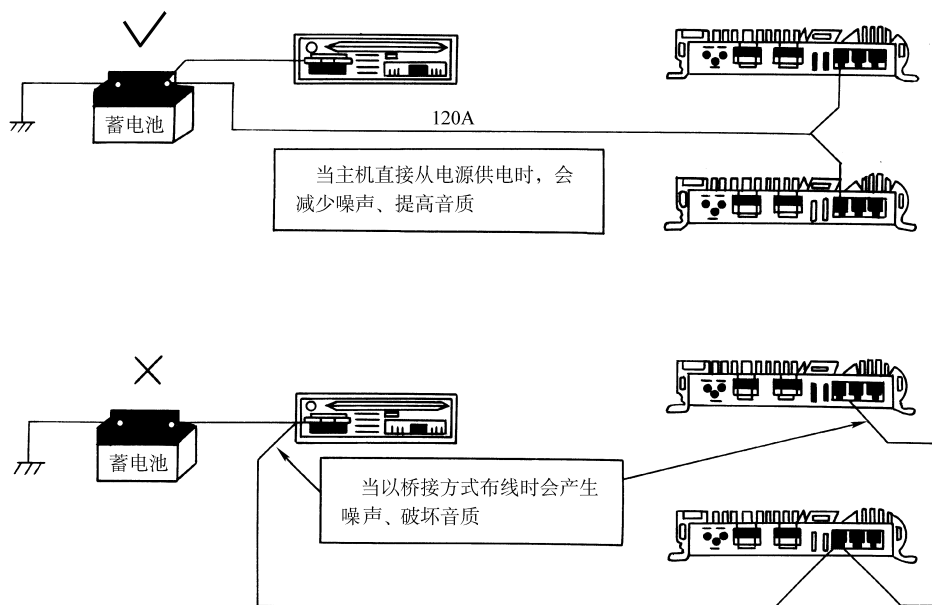

图 4-18 主机从电源供电利于提高音质
- (3) 当电源线桥接时，各个功率放大器之间将出现电位差，这个电位差将导致交流噪声，从而严重破坏音质，如图 4-18 所示。